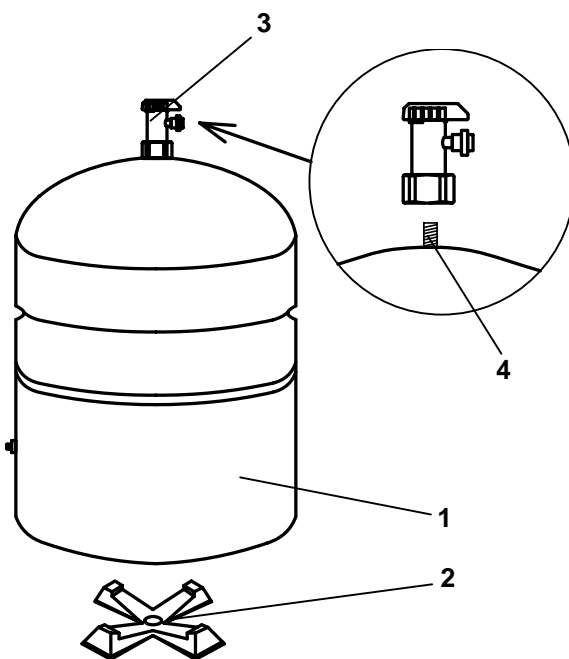

Рисунок 7. Накопительный бак
ВНИМАНИЕ! Проверьте наличие ограничителя потока (рис.2) в дренажной трубке (рис. 7, 8, поз. 8). Важно не перепутать, каким концом вставляется трубка. Ограничитель потока должен находиться со стороны мембранного модуля (Рис. 7).
5.6 Сборка накопительного бака для чистой воды (Рис. 7)